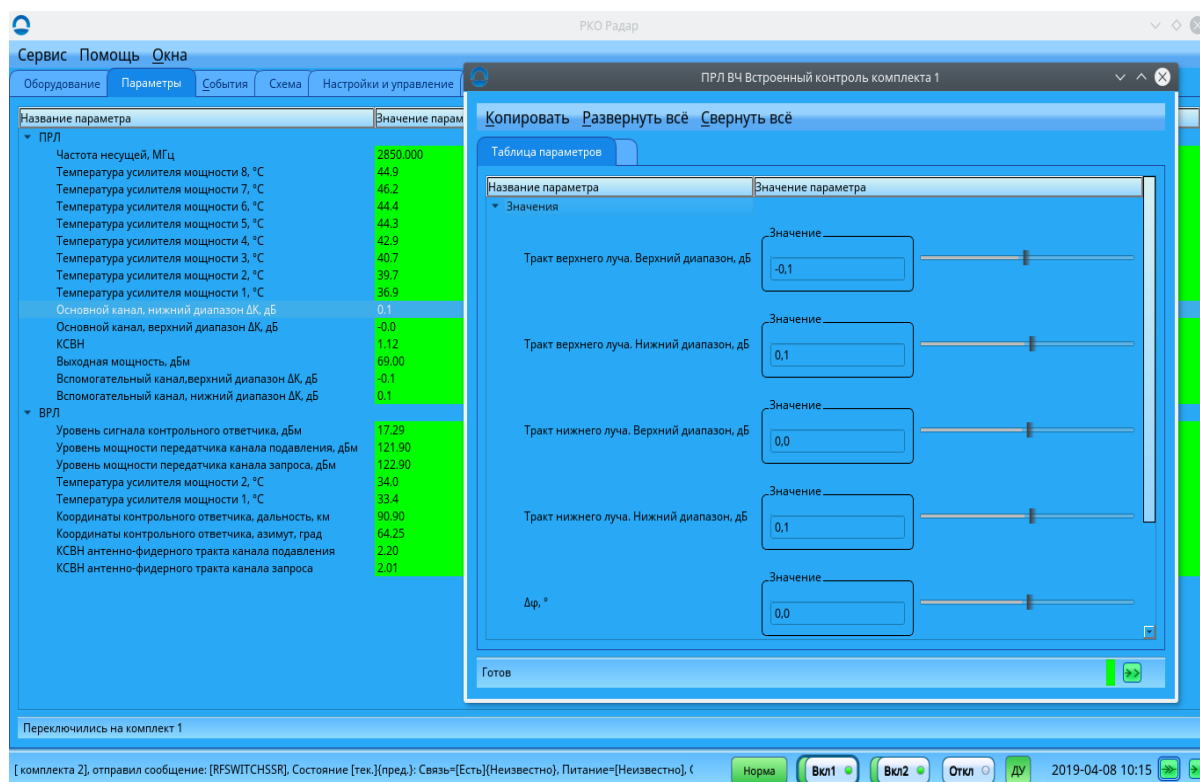

Рисунок 9. Вид вкладки "Параметры"
4.2.2.1 Значения параметров работы радиолокатора отображаются на вкладке «Параметры» (рисунок 9).